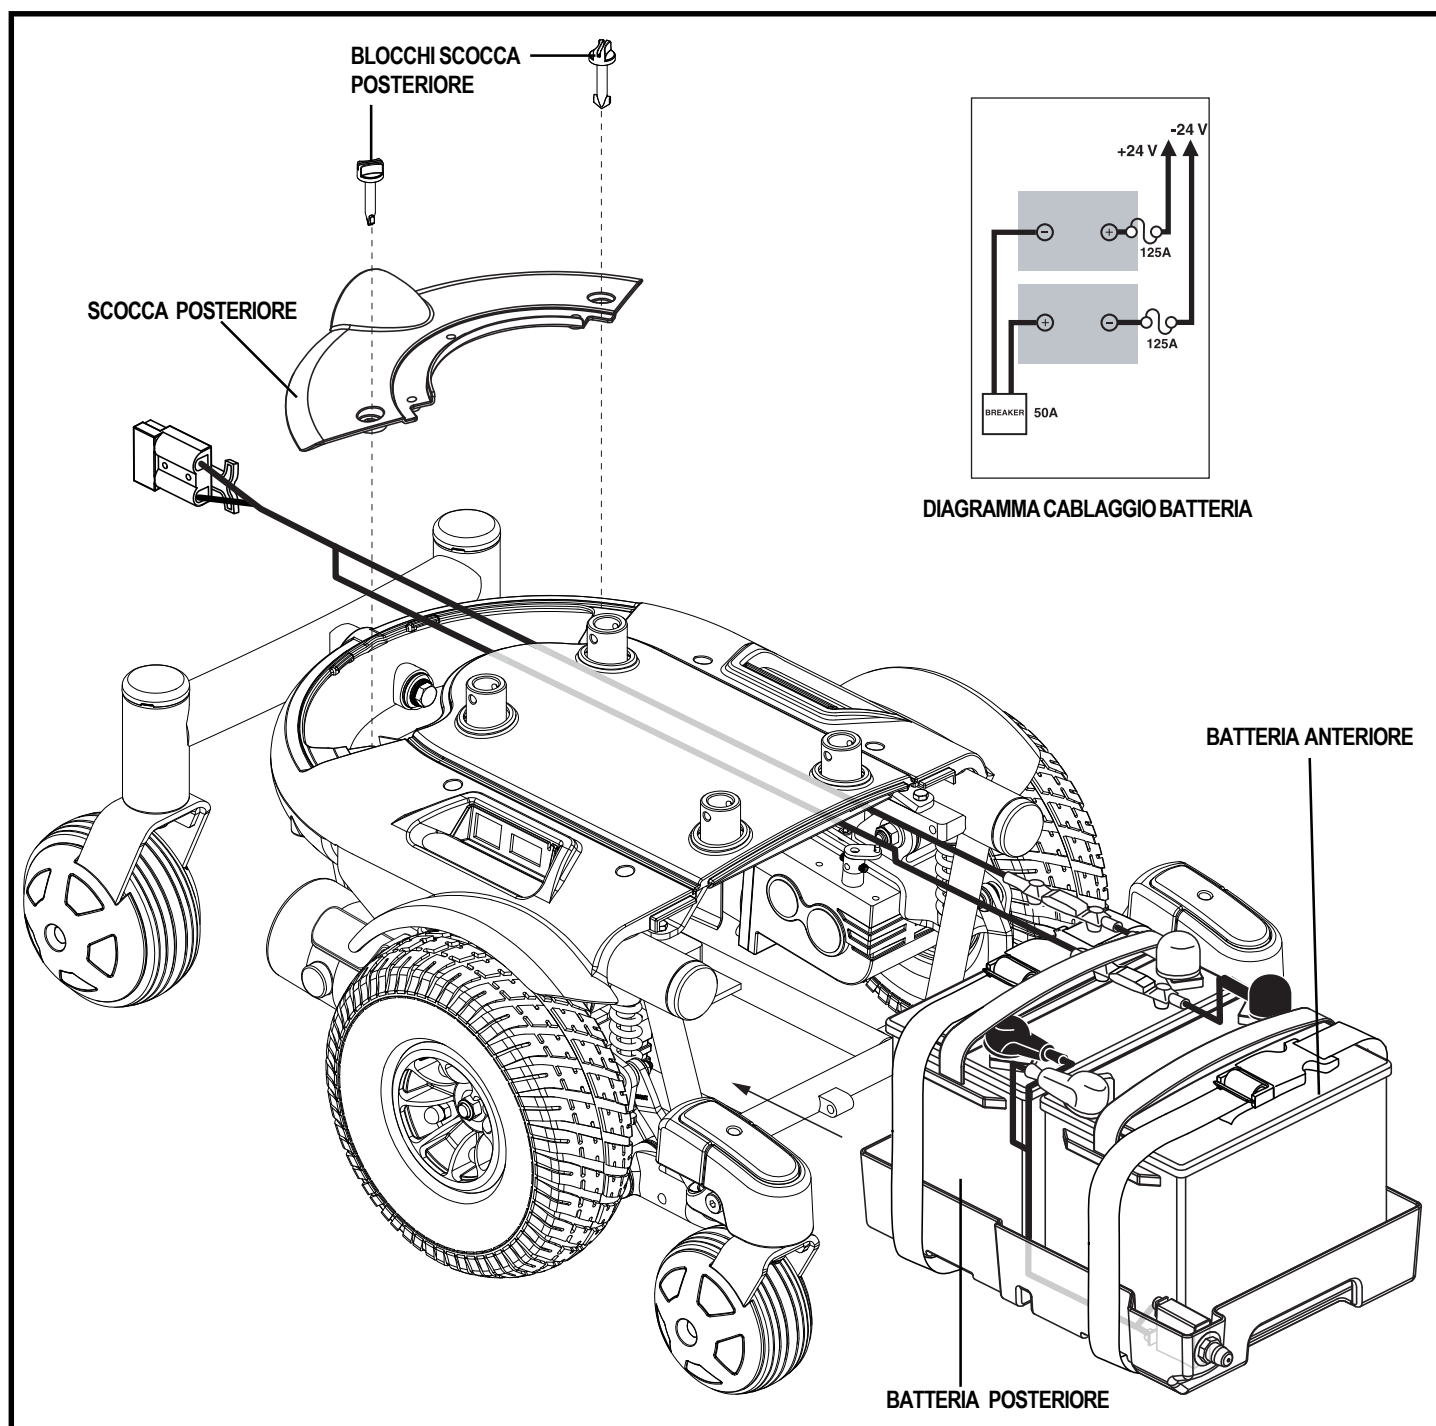

Figura 29. Installazione della batteria
13. Collegare il gruppo batteria alla batteria anteriore seguendo il diagramma di cablaggio corrispondente. Vedere figura 29.